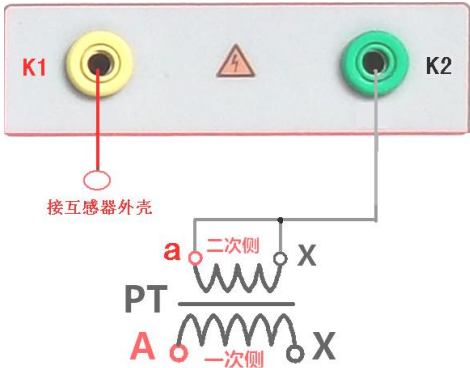

图 24：PT 交流耐压接线图
9.4.2 开始试验：接线图见图 24，被测 CT 二次侧短接与测试仪电压输出口 K1 连接，电压输出口另一端 K1 连接互感器外壳。检查接线完成后，合上功率开关，选择“开始”选项，按下即开始升压，电压保持时间默认为 1 分钟，测试过程中，仪器内部对互感器二次绕组与外壳之间的漏电流实时检测，如果发现电流迅速增加，将会自动回零，页面会显示“不合格”。